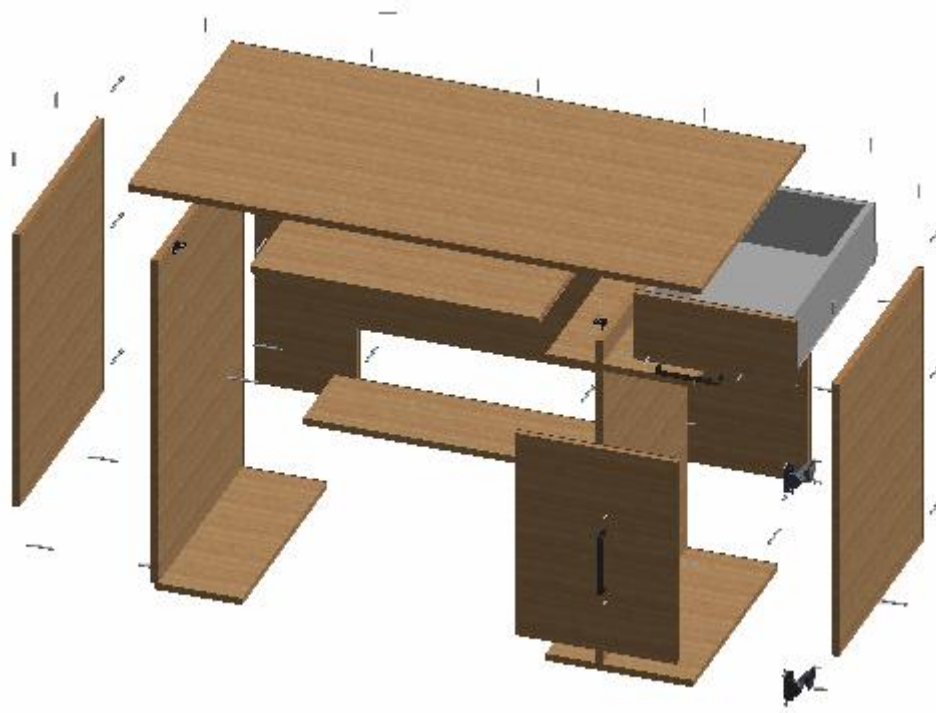

Рис. 72 Результат операции разборки
3. Нажать кнопку **ОК** и наблюдать результат произведенной операции (рис. 72).
Группы, созданные инструментом **Объединить в группу**  панели **Трансформации**, смещаются как единый объект, т.е. остаются собранными (например, на рис. 72 таким объектом является выдвижной ящик).